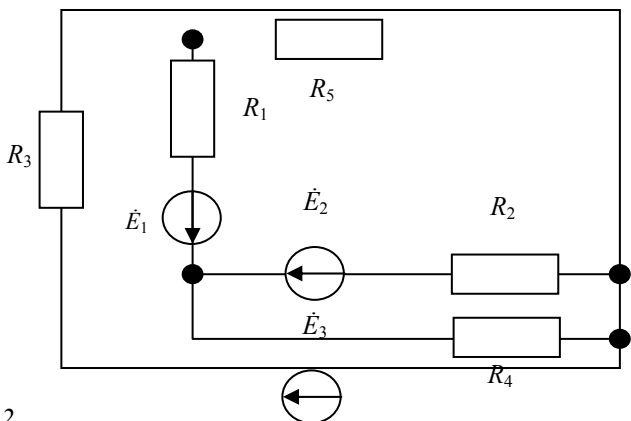

Рис. 3.12
3.1.12. В электрической схеме (рис. 3.12)  $E_1 = 24$  В,  $E_2 = 96$  В,  $E_3 = 32$  В,  $R_1 = 1$  Ом,  $R_2 = 16$  Ом,  $R_3 = 8$  Ом,  $R_4 = 16$  Ом,  $R_5 = 8$  Ом. Определить токи в ветвях.